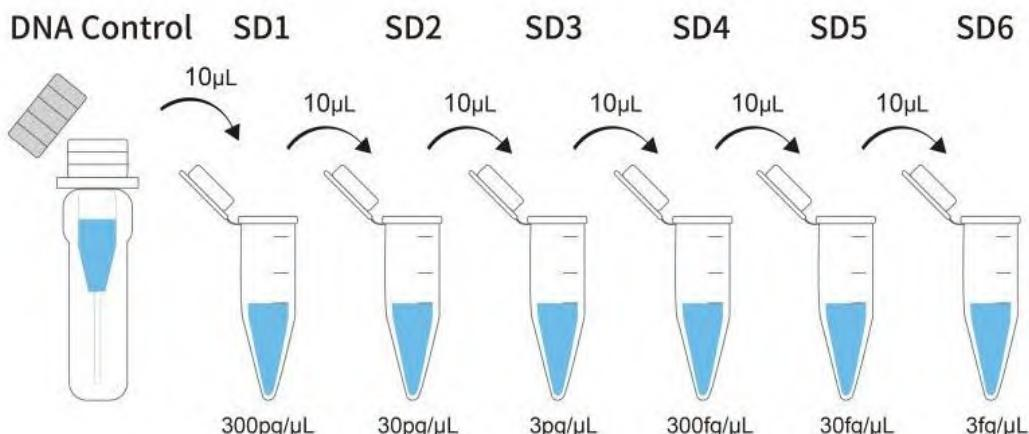

图 1：DNA 定量参考品(DNA Control)倍比稀释示意图
- 如图 1 所示：在低吸附离心管中加入 90 μ L 参考品稀释液 (Dilution Buffer) 和 10 μ L CHO DNA 定量参考品(DNA Control)稀释至 300pg/ μ L, 充分振荡(20-30s)混匀后离心备用；按此方法继续依次 10 倍倍比稀释至 30pg/ μ L, 3pg/ μ L, 300fg/ μ L, 30fg/ μ L, 3fg/ μ L, 注意：每稀释 1 个梯度必须充分混匀后再向下稀释，保证稀释的均匀准确。